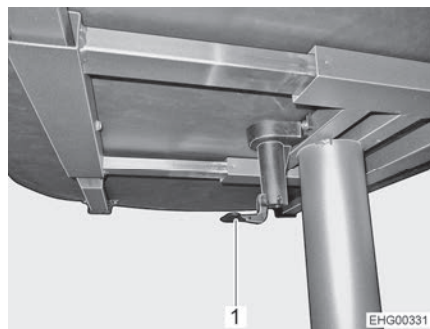

Bild 85 Lyftbord
- Fäll ner spaken på det centrala bordslåset (Bild 85,1).